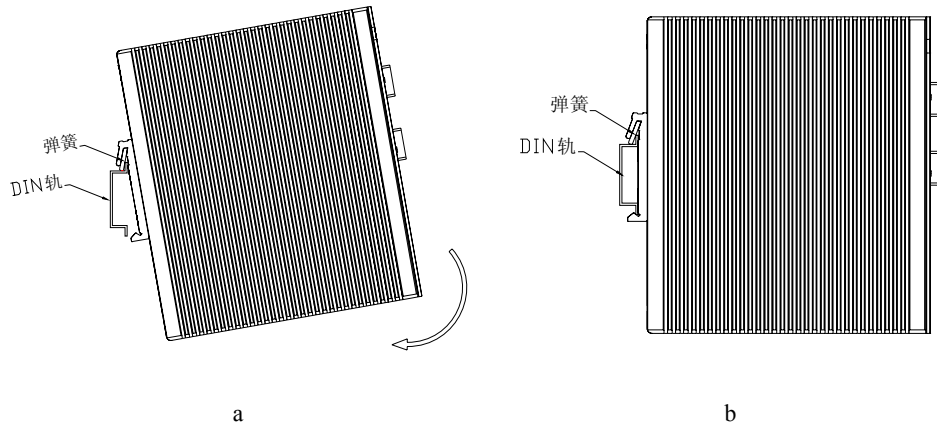

图 4-1 将 KIEN3016B 安装 DIN 轨上
KIEN3016B 的下面板向上稍微用力并如图 4-1 a 所示转动设备。
4. 如图 4-1 b 所示，将 DIN 轨卡入 DIN 卡轨连接座，确认 KIEN3016B 设备可靠地安装到 DIN 轨上。